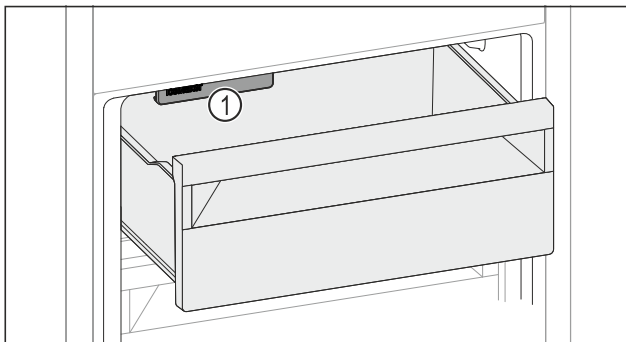

Fig. 131
- ▶ Lebensmittel in Schubfach einlegen. Wenn Sie Lebensmittel in der linken Schubfachseite einlegen: ▶ IceMaker Fig. 131 (1) berücksichtigen.